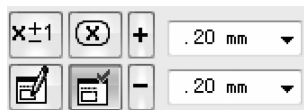

图 9-237 输入上下偏差
- (3) 按照之前的步骤，标注其余的公差尺寸，输入上下偏差，如图 9-237 所示。